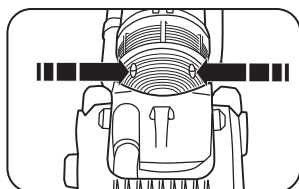

Fig. 6
2. Enlevez les deux vis de la lentille du témoin lumineux (Fig. 6).